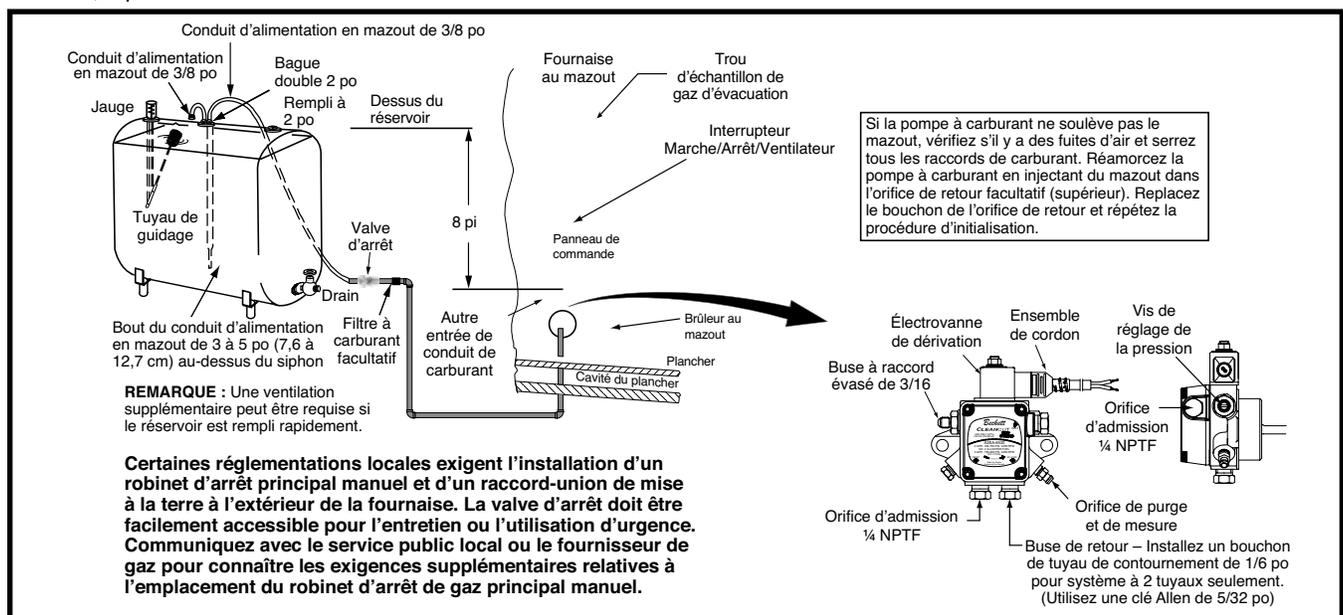

Figure 27. Canalisation de mazout typique pour l'alimentation au-dessus du sol (conduit simple)
- Un lecteur de carburant ou de réservoir est recommandé pour la vérification rapide du niveau de carburant. Vérifiez le niveau avec une jauge. Voyez la Figure 27.
Le système à un conduit est fortement recommandé lorsque l'élévation verticale, entre le bas du réservoir et la pompe, est inférieure à 2,4 mètres. Voyez la Figure 27. Un branchement à un seul conduit a l'avantage d'être moins coûteux et plus silencieux.
2. Installez une bague double pour deux conduites de 3/8 po dans le raccord supérieur du réservoir. Voyez la Figure 27.